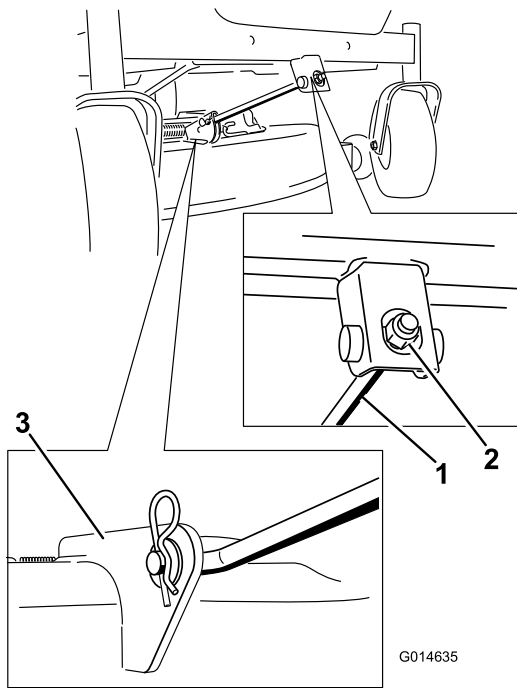

Figure 56
- Fixez la tige de support avant au tablier de coupe à l'aide de l'axe de chape et de la goupille fendue (Figure 56).